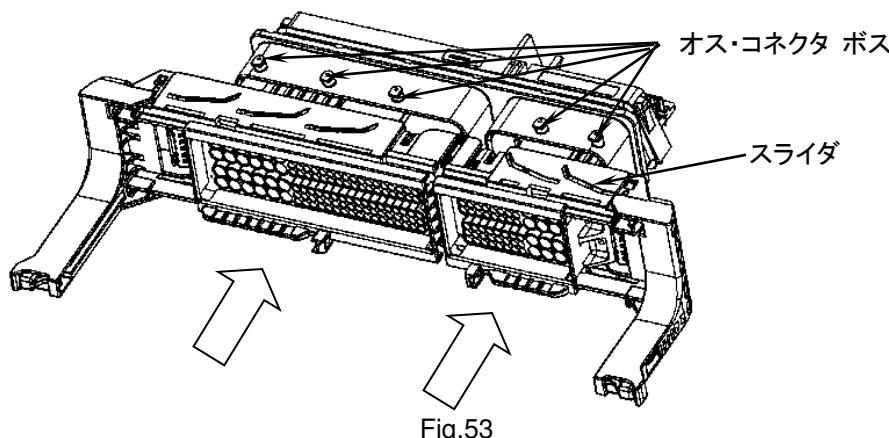

Fig.53
- (1) 端子のハウジングへの装着状態・電線の束ね位置・リテナーが本係止状態にあるかを確認して下さい。リテナーが仮係止状態にある場合には、6 項を参照し、本係止状態にして下さい。
- (2) 次に、端子の変形・変色・傷・錆、ハウジングの変形・割れ・欠損・変色等の異常がないか確認して下さい。
- (3) 指定のプラグ・ハウジングをキャップ・ハウジングに Fig.53 の様な向きにまっすぐ挿入して下さい。
- (4) レバーを矢印の方向へ倒し、「パチン」と音がしてそれ以上押込むことが出来なければ嵌合は完了です。挿入出来ない場合には、無理に押込まず(1)、(2)の項目を再度確認して下さい。